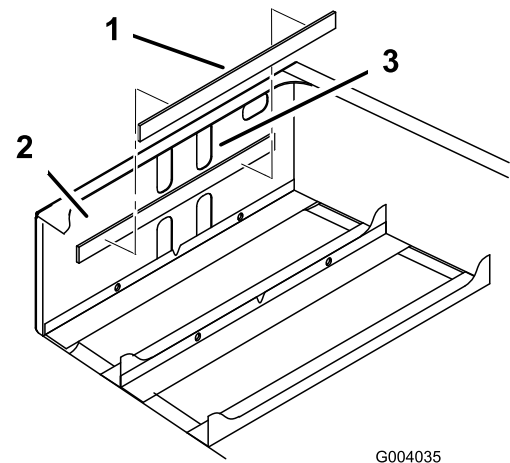

Figura 5
3. Tire o adesivo da parte de trás da caixa da bateria e instale-a na face interior frontal da estrutura na retaguarda (Figura 5).
Nota: A caixa deverá ficar a cerca de 6 mm abaixo do limite inferior do conjunto superior das ranhuras dos orifícios (Figura 5).